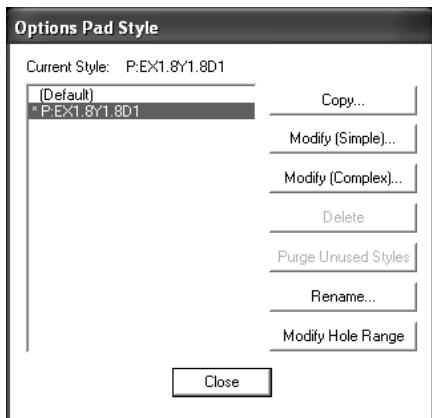

Рисунок 4.2
- В открывшемся диалоговом окне Copy Pad Style (Копирование монтажного отверстия) в поле Pad Name (Имя КП) набрать имя нового стиля P:EX1.8Y1.8D1 и нажать кнопку OK (рисунок 4.2).